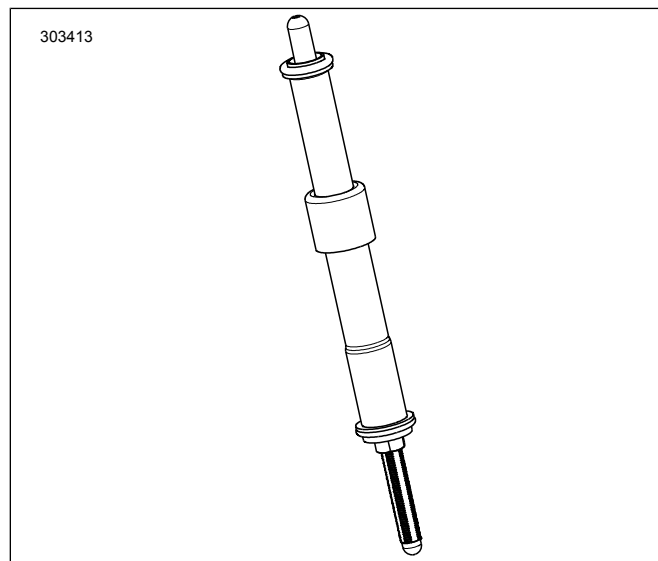

Рисунок 2. Штанга толкателя, установленная в крышку штанги толкателя
7. Рисунок 2 Установите штанги толкателей впускных клапанов в крышки штанг толкателей. Замените уплотнительные кольца, нижнюю крышку штанги толкателя и стопор крышки пружины крышки на новые компоненты из комплекта. Проследите за тем, что конец штанги толкателя со стороны регулятора был внизу.